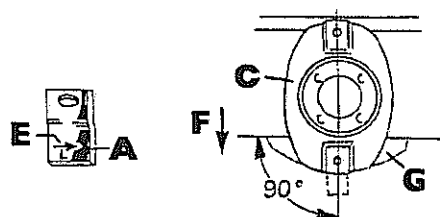

Abbildung 27: Messerklinge, Stellung Mähscheibe
Bringen Sie zum Wechseln der Klingen die Mähscheibe in **Stellung (C)** in **Fahrrichtung (F)** entsprechend Abbildung 27.
Achten Sie hierbei darauf, dass die Unterkante des Messerzapfens in der **Ausbuchtung des Gleitschuhs (G)** (siehe Abbildung 27) liegt. Gleitschuh ggf. vorher säubern.
Bringen Sie zum Wechseln der Klingen die Mähzscheibe in **Stellung (C)** in **Fahrtrichtung (F)** entsprechend Abbildung 27.